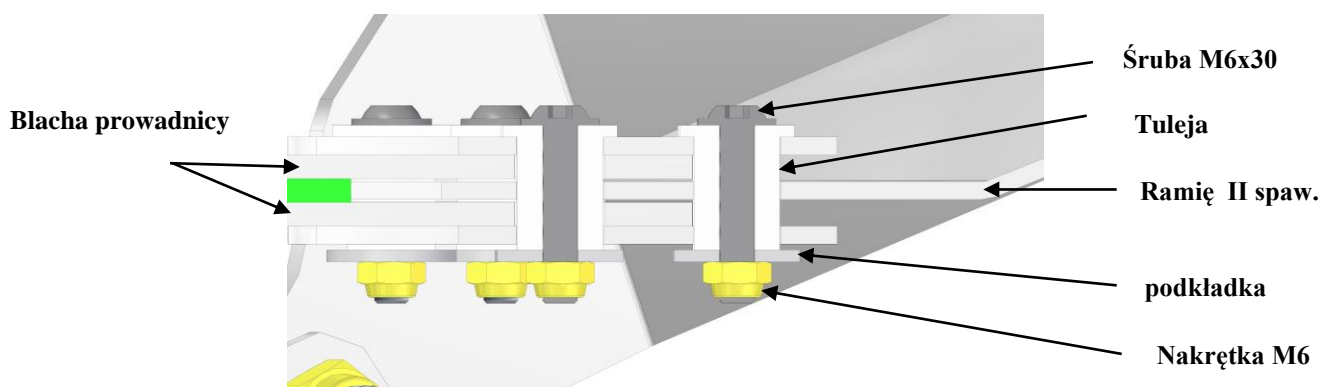

Rys. 6. Rozmieszczenie elementów połączenia ramienia z uchwytem regulacji
6. Odkręcić śrubę M10x90 w górnej części LIMES'a zachowując kolejność podkładek i tulei dystansowych. Następnie przykręcić śrubę przekładając ją jednocześnie przez otwór uchwyty regulacji i otwór regulacji mechanicznej zachowując przy tym odpowiedni układ podkładek i tulei dystansowych (**Rys. 6**).